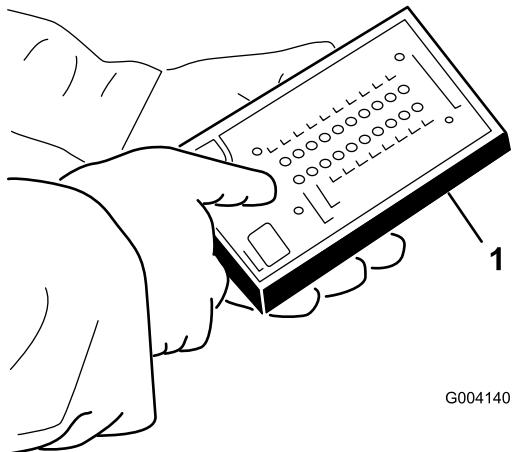

图28
5. 将诊断 ACE 显示器接头连接至线束接头 (图28)。